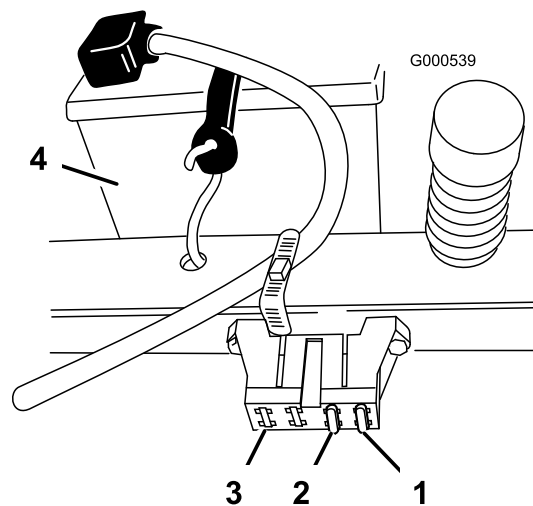

Figura 35
1. Levante el asiento para tener acceso al portafusibles (Figura 35).
2. Para cambiar un fusible, tire del fusible para retirarlo (Figura 35).